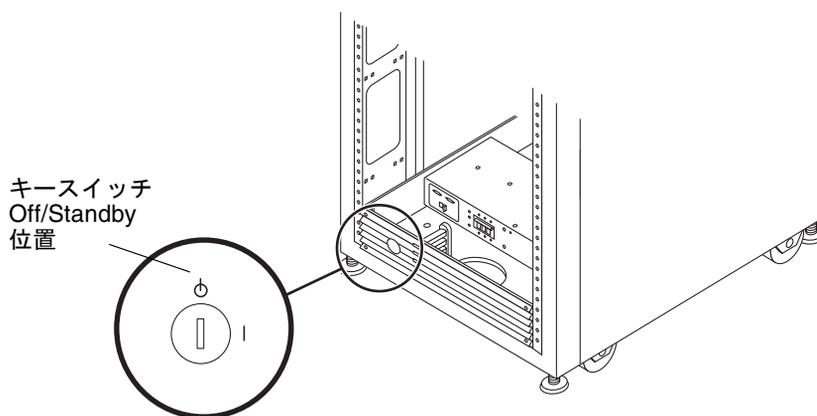

図 B-9 下部正面パネルのキースイッチの位置
2. ベースキャビネットの正面下側パネルのキースイッチが「Standby」位置になっていることを確認します (拡張キャビネットがある場合は拡張キャビネットについても確認。図 B-9)。